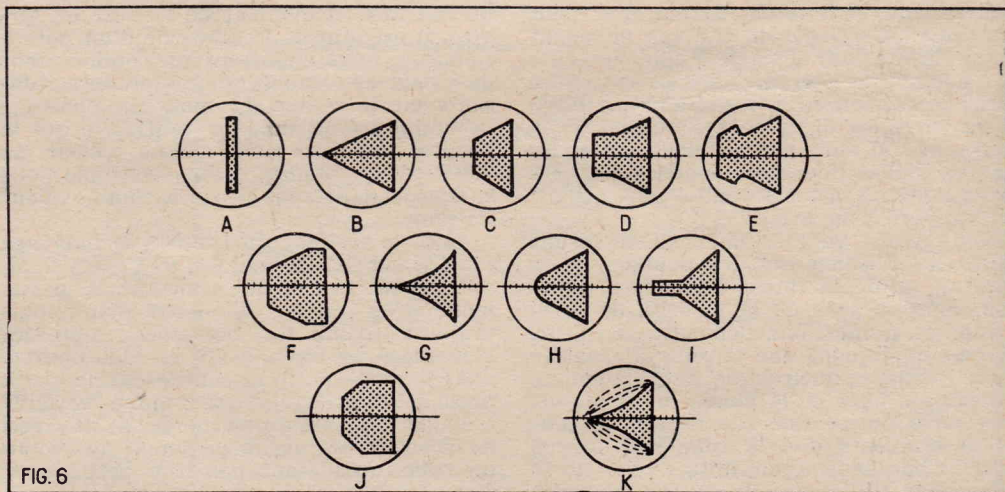

FIG. 6
fluorescente. Il y aura lieu pendant l'écoute ou l'attente de couper la HT, soit avec un relais ou un interrupteur, mais le relais supprimant les manœuvres est à préférer. Dès que l'émetteur est en fonctionnement le spot accuse une élongation verticale dont il faudra régler l'amplitude en jouant sur le couplage des spires de la prise HF comme il a été fait pour le système précédent. Sans modulation, la trace se présentera sous la forme de la figure 6 (A). La modulation agira sur les plaques horizontales produisant un déplacement du spot égal en amplitude et en fréquence à la tension basse fréquence fournie par le modulateur. Pour une modulation à 100 %, la trace affectera la forme de la figure 6 (B) qui représente un triangle isocèle couché sur le côté. Les pointes de modulation positive sont du côté de la base du triangle, les pointes négatives étant du côté de son sommet. Pour une modulation à 100 % maximum, en prenant la trace verticale
sans modulation comme référence, nous devons trouver une elongation égale de chaque côté, ce qui correspond à une modulation symétrique. Dans le cas d'une modulation inférieure à 100 %, nous aurons la trace de la figure 6 (C). Mais il se pourra que l'on constate une différence notable entre les elongations horizontales dans le sens positif (base) ou le sens négatif (sommets), ceci pourra être mesuré avec précision à l'aide d'un régllet ou d'une languette de papier, comme dans le système précédent, mais cette fois-ci dans le sens horizontal.
La figure 6 (D) correspond à un émetteur modulé par la plaque et dont le transformateur est mal adapté. Les essais seront faits en comparant les figures et en déplaçant les prises sur le secondaire du transformateur s'il en existe. Si le transformateur est mal adapté, il se pourrait aussi que la trace prenne l'allure de la figure 6 (E), dans ce cas, un accrochage se produit dans le modulateur. La figure 6 (F) est donnée par un émetteur modulé par la plaque dont l'excitation HF est insuffisante, ou encore dont la polarisation de grille est mal réglée, ne permettant qu'une modulation à 50 %. Si l'émetteur est modulé par la grille, l'excitation est alors trop importante pour une modulation à 100 % dans les deux sens. Certains étages HF, équipés avec une triode ou des tétrodes ou encore des pentodes, sur des fréquences élevées, demandent à être neutrodynés. La vérification de ce travail pourra être faite à l'aide de l'oscilloscope. Un défaut de neutrodynage est indiqué par la figure 6 (G). Un autre défaut de neutrodynage est montré figure 6 (H). Il se manifeste dans un étage final modulé et dont la charge HF est mal adaptée, présentant un retour de HF ou encore des stationnaires. Il convient de se rappeler qu'une mauvaise adaptation de la charge à un circuit HF détruit le neutrodynage. La surmodulation négative plus que la positive est mise en évidence par le système du trapèze (fig. 6 I). Elle se présente sous la forme d'une bande qui vient s'allonger au sommet du triangle, la surmodulation positive ne pouvant être mise en évidence qu'à l'aide d'une mesure précise (voir plus haut). La figure 6 (J) nous montre la trace produite par un émetteur comportant au final une tétrode ou une pentode dont on ne module pas l'écran. Il se produit dans ces tubes un blocage qui freine la modulation, il y aura lieu de moduler ces deux électrodes, ou encore de vérifier si le condensateur de découplage écran n'est pas trop important ou ne présente pas une fuite très grande pour le courant alternatif.
Il peut se produire une trace double comme le représente la figure 6 (K), due à un déphasage dans l'amplificateur basse fréquence, et qui indique que le point de prise de balayage horizontal est mal choisi. Il existe encore bien des défauts, mais, avec un peu d'habitude, l'opérateur arrivera à déceler toutes les anomalies.